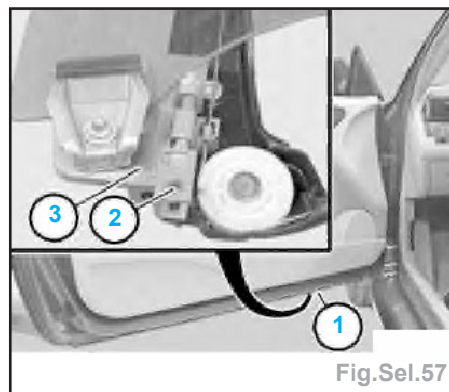

Fig.Sel.57
- le réglage en hauteur se fait par le trou (1) de la porte AV sur le patin AV (3) (fig.Sel.57),